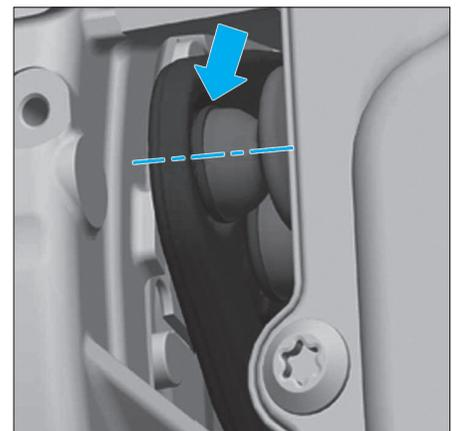

Fig. 20
- Veiller à ce que les poussoirs s'introduisent correctement dans les logements sphériques des leviers d'embrayage (Fig.20).